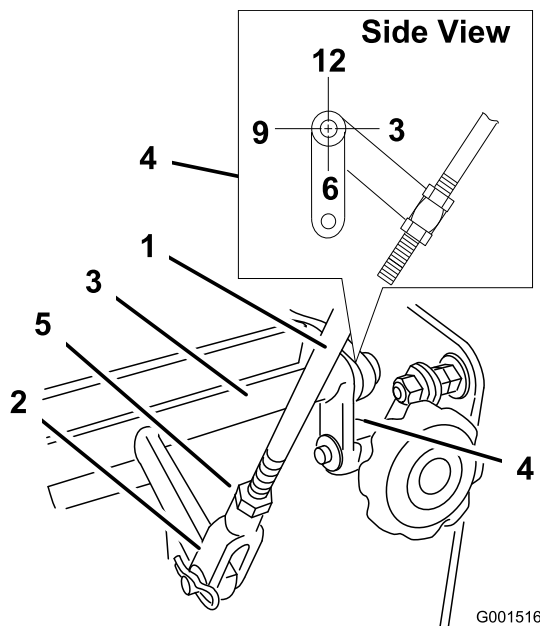

Figure 35
4. Vérifiez l'orientation des languettes aux extrémités de la manivelle de commande de vitesse. Ces languettes doivent être dirigées vers le bas, à la position 6 heures approximativement (Figure 35).
5. Ajustez la chape filetée au bas de la timonerie de commande de vitesse jusqu'à ce que les languettes soient placées à la position 6 heures (Figure 35).